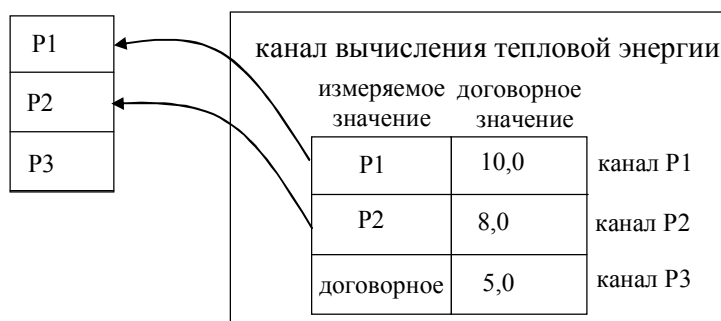

Рисунок 6.3
**3** - В каждом канале расхода, температуры и давления параметр может быть задан как измеряемым, так и договорным (см. дополнительные настройки ТС - таблицу ДЗ.1-2). Например (см. рисунок 6.3): в случае отказа ПД в канале Р1, при выборе соответствующего типа реакции на НС, вместо измеренного давления в расчетах будет использоваться договорное значение, а в канале Р2 – всегда используется только договорное значение и для этого канала не задаются верхнее и нижнее пороговые значения.